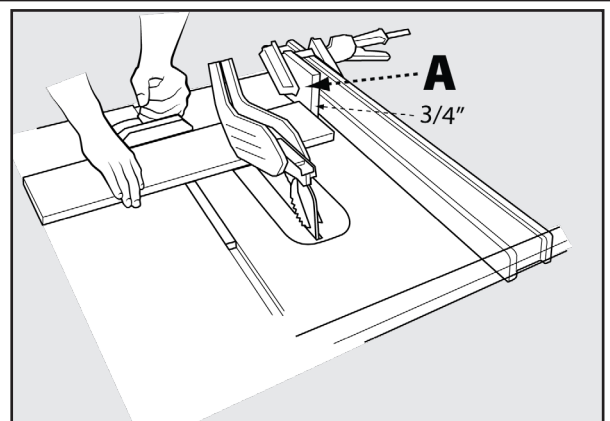

FIGURA 39
Al realizar cortes transversales en varias piezas a la misma longitud, puede sujetar un bloque de madera (A) (consulte la Figura 39) a la guía y usarlo como un calibre de corte. El bloque (A) debe medir al menos 3/4 de pulgada (19 mm) de grosor para evitar que la pieza que está cortando se atasque entre la hoja y la guía. Después de determinar la longitud del corte, enganche la guía y use la galga de inglete para empujar la pieza de trabajo hacia la hoja.